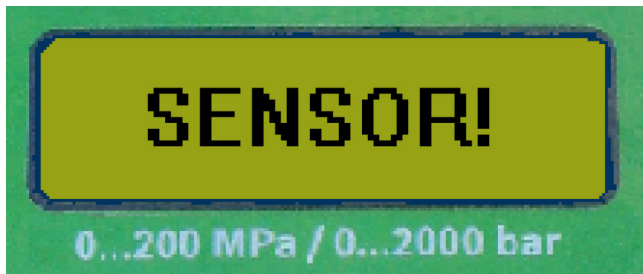

Abb. 12: Feilmelding på digital trykkindikator
! Tenningen må være slått av før trykktransducermodulen (fig. 12, pos. 1) kobles til eller klemmes av.